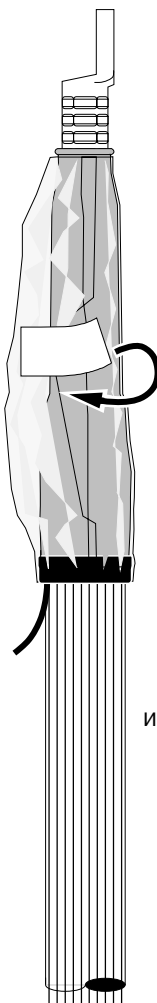

Рис.12
8. Проверьте, чтобы силиконовая трубка частично закрывала опрессованную трубку наконечника или резиновый адаптор. Если необходимо поправить трубку. Проводящее EPDM кольцо должно быть в контакте медными экранными проволоками (Рис.12).